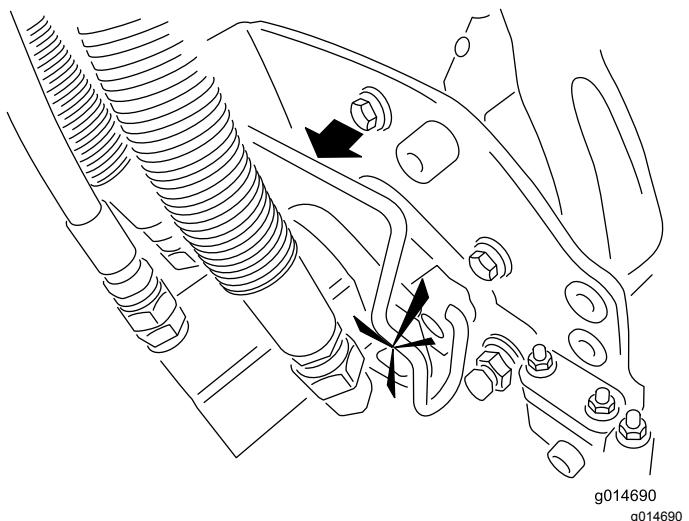

Figura 44
5. Cubra el eje acanalado del motor de la unidad de corte con grasa limpia (Figura 44).
6. Introduzca el motor en el lado izquierdo de la unidad de corte (visto desde el puesto del operador) y tire de la barra de retención del motor en la unidad de corte hacia el motor hasta que oiga un “clic” en ambos lados del motor (Figura 44).